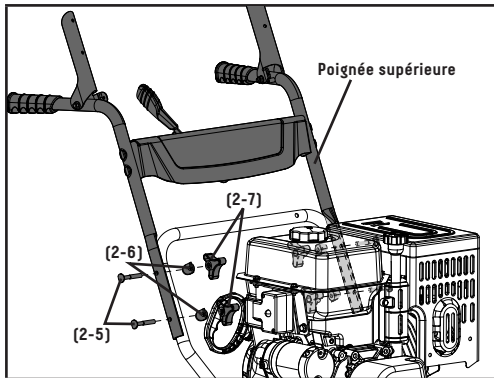

Figure 2
2. Reliez la poignée supérieure à la poignée inférieure au moyen des boulons (2-5), des rondelles (2-6) et des molettes de verrouillage (2-7) (figure 2).